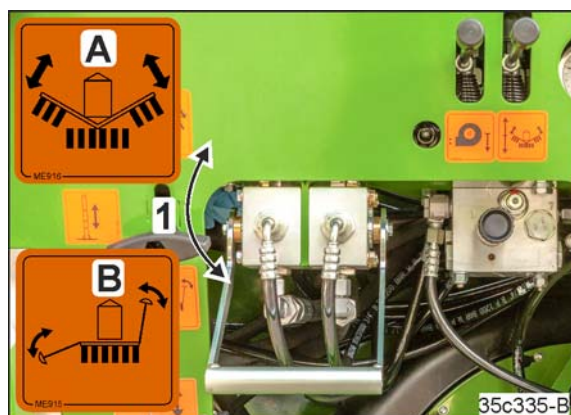

Fig. 228
8. Den Ventilhebel (Fig. 228/1) in Position „B“ stellen und während der Arbeit in Position „B“ belassen.